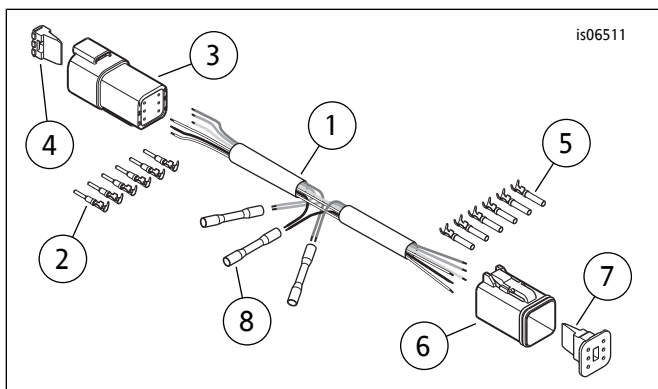

图1。维修零件：电气连接线束
参见图1和表1。
5. 参见图1。将附件( 或多个附件 )的导线剪切至适合长度，以方便连接至电气连接线束的密封拼接连接器( 8 )。